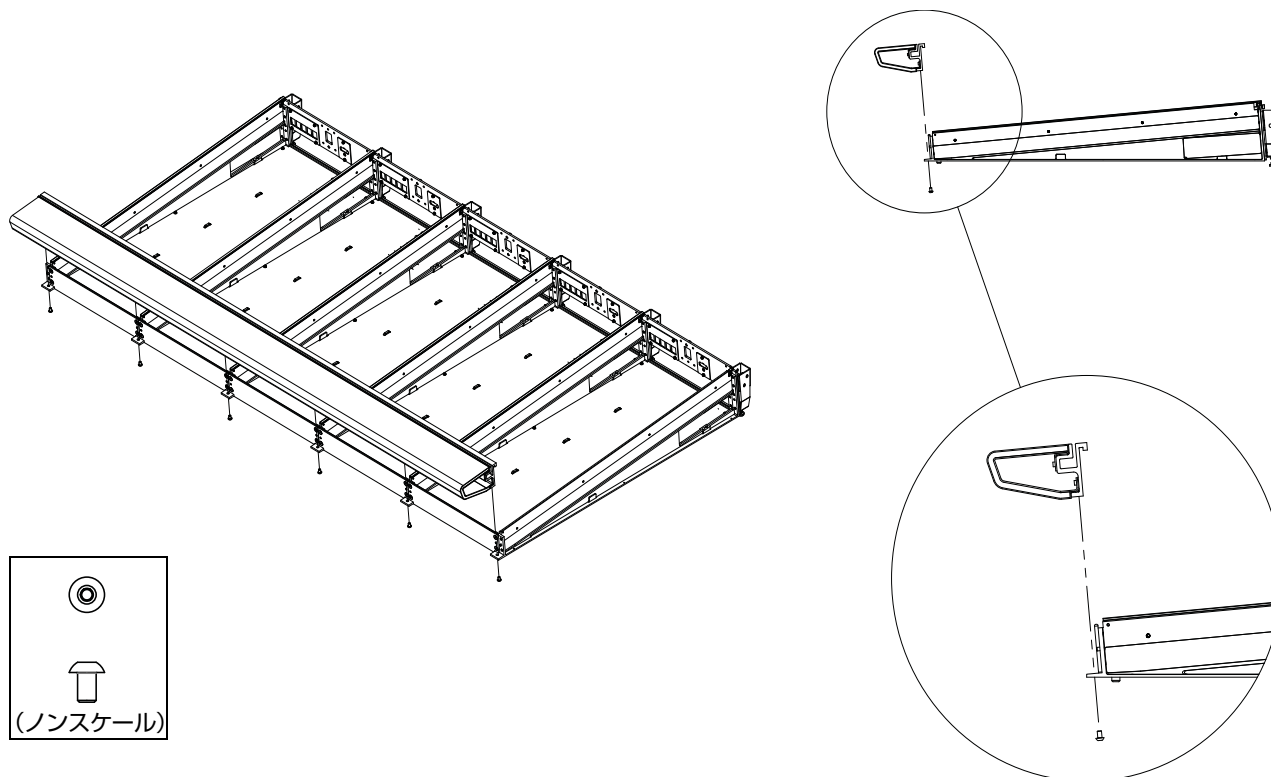

図 25. ボルスターを取り付ける
- 4 ボルスターの方向が正しいことを確認し、フレームの前面のふち上にある受け部に向けて注意深く下ろしていき、ボルスターを引っ掛けます（図 25 を参照）。